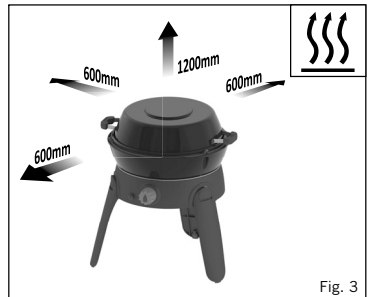

Fig. 3
- Denna apparat måste hållas borta från brännbart material under användning. Minimumavstånd för säkerhet är: Övanför apparaten 1,2 m. Bakåt och åt sidorna 600 mm. (Se Fig. 3)